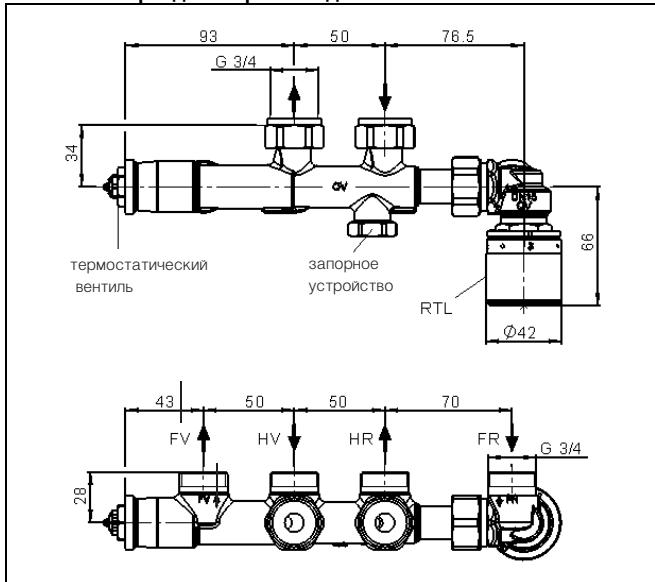
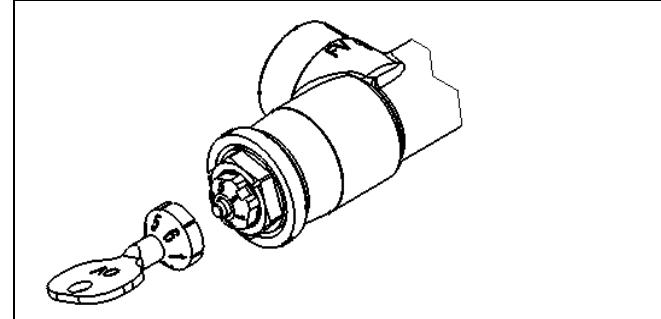

Рис. 3 Размеры
Рис. 8 Настройка терmostатического вентиля
Отопительный прибор крепить в соответствии со строительными размерами (Рис. 3). Принять во внимание последующие отделочные работы (напр., укладка плитки). Трубопроводы контура отопительных приборов обрезать соответствующим образом.
Перед вводом в эксплуатацию систему надо заполнить и спустить воздух. Для этого сначала переставить настройку терmostатического вентиля на самое большое значение (значение настройки 6, рис. 8).
Терmostатический вентиль (рис. 3) настроить в соответствии с рассчитанным значением гаечным ключом SW 13 или специальным ключом (рис.8).
Ограничитель обратного потока (рис. 3) настроен на определенное значение ( заводская настройка:  $3 \approx$  ок.  $30^{\circ}\text{C}$ ).
2. Снять защитную крышку с запорного устройства (рис. 3).